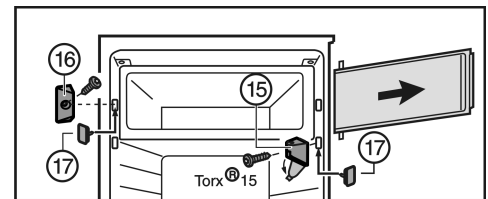

Fig. 7
- ▶ Pöörake laagripuki Fig. 7 (15) kate eemale.
- ▶ Kruvige laagripukk Fig. 7 (15) koos sahtliuksega küljest ära.
- ▶ Kruvige sulgurdetail Fig. 7 (16) küljest ära.
- ▶ Sulgege vabaksjäänud avad kaasasolevate korkidega Fig. 7 (17).